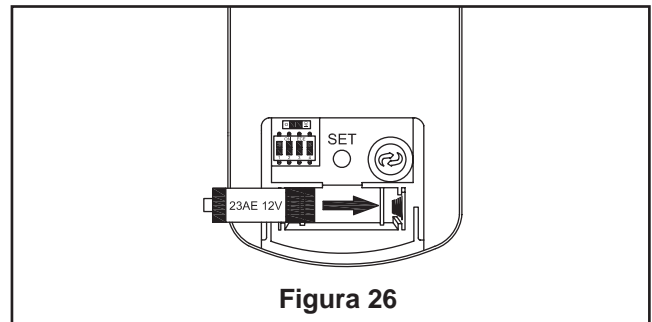

Figura 26
2. Para que el ventilador sea funcional, instale las pilas (incluidas) de 23A/12V en el transmisor del mando a distancia. Mientras el ventilador esté apagado. A continuación, siga el proceso de fijación remota de código. Si no se utiliza el ventilador durante un largo periodo de tiempo, extraiga la batería para evitar cualquier daño al transmisor. Almacene el mando a distancia en un lugar alejado del calor o la humedad excesiva. (Figura 26)